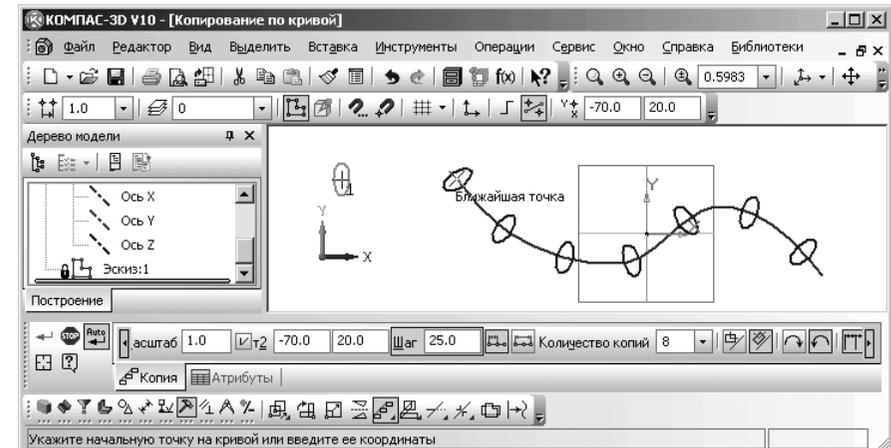

Рис. 8.39. Копирование объекта **По кривой**
- щелкните на **Кривой Безье** в ее начале для определения начальной точки копирования. Появятся копии копируемого объекта на кривой, показанные на рис. 8.39.